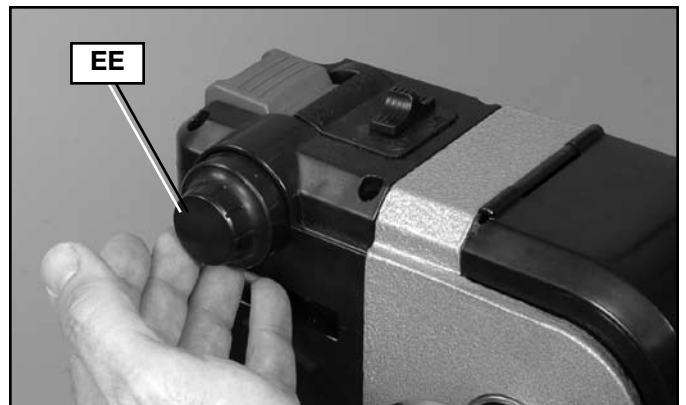

Fig. 20
Après la sélection de la plage de vitesses (comme décrit sous la rubrique **REPLACEMENT DES POULIES**), utiliser la molette de commande de la vitesse (EE), fig. 20, pour faire varier le régime dans cette plage. Face au tour, tourner la molette vers l'avant (dans votre direction) pour accroître le régime. La tourner vers l'arrière (dans la direction opposée) pour réduire le régime.